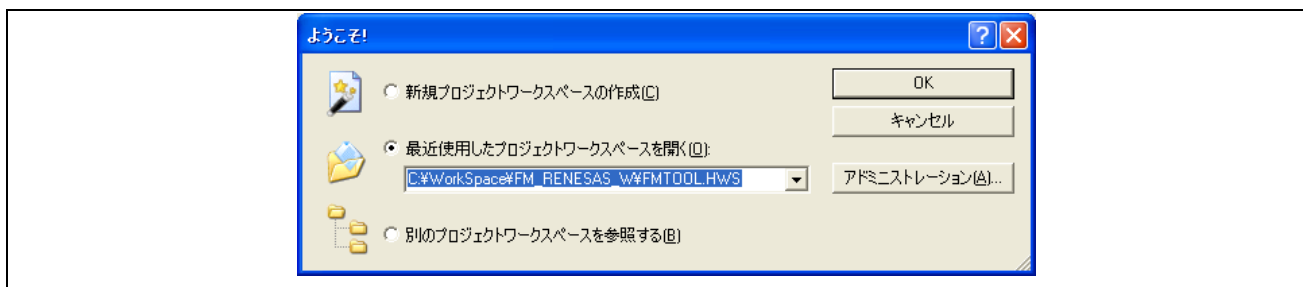

図1 [ようこそ]ダイアログボックス
- (1) ホストコンピュータ(ホスト PC)と E10A-USB エミュレータを接続してください。
- (2) E10A-USB エミュレータのコネクタとユーザーインターフェースケーブルを接続します。
- (3) ユーザーシステム側のコネクタにユーザーインターフェースケーブルを接続し、E10A-USB とユーザーシステムを接続します(この時点ではまだ、ユーザーシステムの電源は投入しません)。
- (4) ホスト PC の[スタート]メニューの[すべてのプログラム]から[Renesas]→[High-performance Embedded Workshop]→[High-performance Embedded Workshop]を選択し、High-performance Embedded Workshop を起動します。
- (5) 図 1の[ようこそ]ダイアログボックスでダウンロードプログラムを作成したワークスペース(通常は FMTOOL.HWS)を開きます。